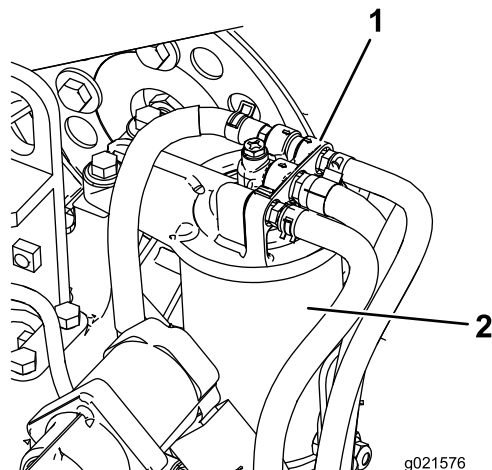

Figura 85
- Pulite le superfici circostanti la testa del filtro del carburante (Figura 85).
- Togliete il filtro e pulite la superficie di montaggio della testa del filtro (Figura 85).